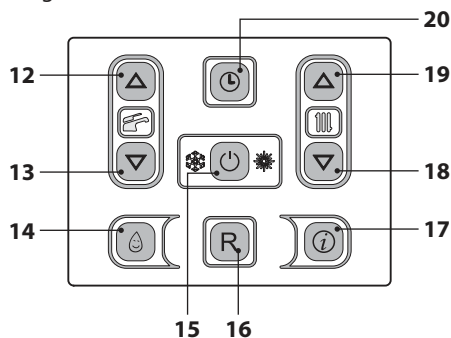
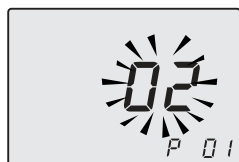

Figura 5.34
Figura 5.35
- Entre en la "modalidad de programación" pulsando simultáneamente durante 10 segundos los botones 15 - 18 - 19 (Figura 5.34) hasta que aparezcan en el display LCD las letras **P01** y el valor del parámetro, indicando que se ha entrado en el "parámetro 01" (Figura 5.35).
- Pulsando el botón 15 (Figura 5.34) se confirma el valor introducido.
De todas formas, si la temperatura ambiente no resultase confortable, se puede aumentar o reducir la temperatura de impulsión de la instalación de calefacción en $\pm 15^{\circ}\text{C}$ usando los botones 18 (reducción) y 19 (aumento) (Figura 5.34).